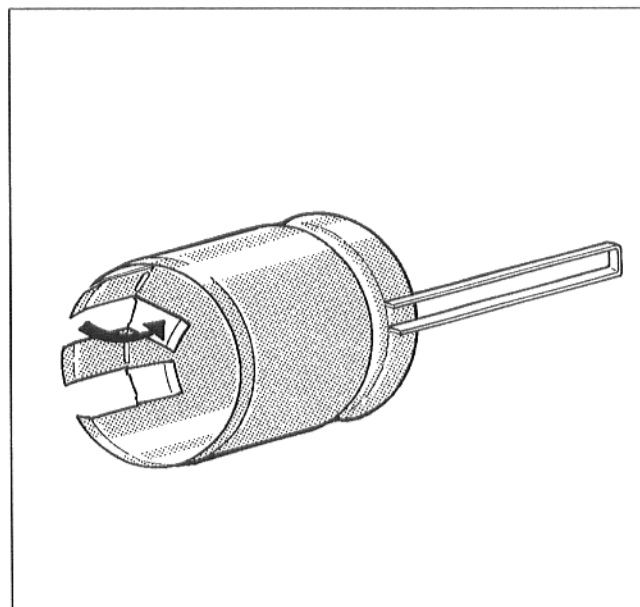

Рис. 30
- Загнуть петли вовнутрь минимум на угол 90° (Рис. 30).